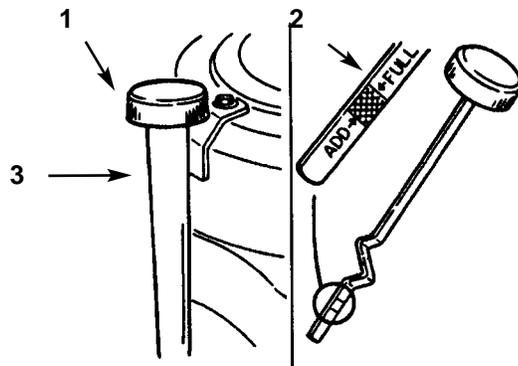

Bild 32
3. Den Bereich um den Ölmeßstab reinigen (Bild 32), so daß keine Schmutzrückstände in das Ölfüllrohr fallen, die zu Motorschäden führen könnten.
4. Den Ölmeßstab abschrauben und das Metallende sauberwischen (Bild 32).
schrauben (Bild 32). Den Ölmeßstab nochmals herausschrauben und das Metallende betrachten. Bei niedrigem Ölstand, langsam genug Öl in das Füllrohr einfüllen, bis der Ölstand die "VOLL"-Markierung erreicht.
- Langsam ca. 80% der angegebenen Ölmenge in das Füllrohr einfüllen (Bild 32). Jetzt den Ölstand messen; siehe *Kontrolle des Ölstands*.